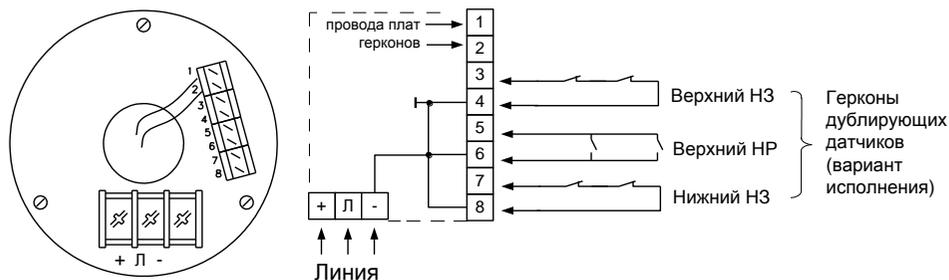
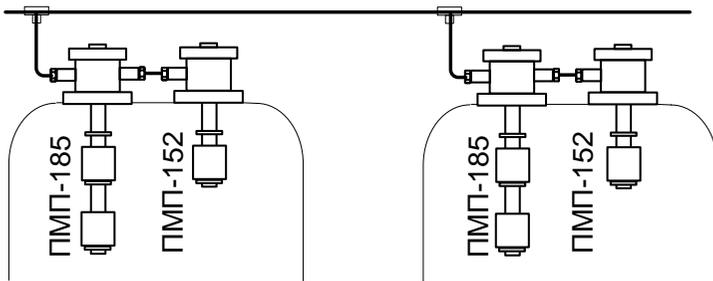

Рисунок 7
Рисунок 11
3.4.2 Для проверки работоспособности преобразователь необходимо подключить к приборам, совместно с которыми он будет эксплуатироваться в соответствии со схемой подключения (рисунок 7).
Для дублирования самого преобразователя ПМП-185 используется датчик ПМП-152 (или ПМП-052) с «сухим» контактом (рисунок 11). Выводы контакта соединяются со специальными клеммами, расположенными на плате преобразователя ПМП-185 (см. рисунок 7).
Вариант 1 – использование преобразователей ПМП-152 (ПМП-052) с «сухим» контактом. НР - контакты соединяются параллельно, НЗ - контакты соединяются последовательно (рисунок 7).